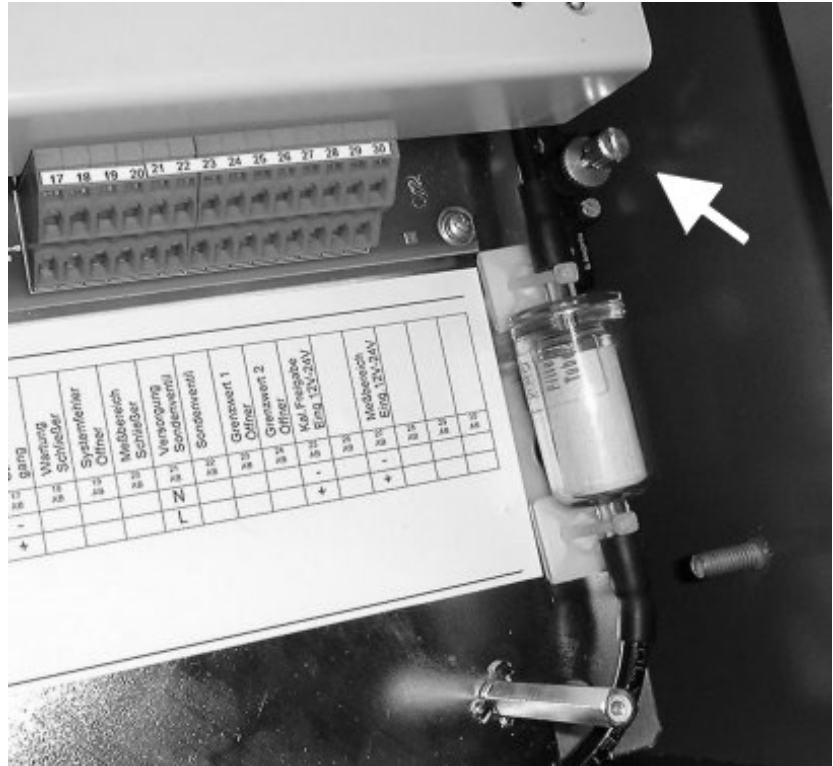

Abbildung 57 Drosselventil zur Einstellung der Prüfluftmenge (Pumpenversion)
- ß Bei der Pumpenversion kann nur die Prüfluftmenge eingestellt werden (siehe Abbildung 57).